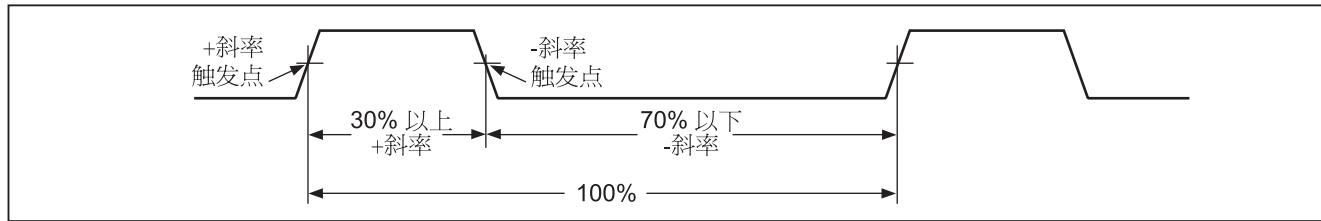

图 9. 占空系数测量元件
要测量频率，请把产品连接到信号输出位置。然后按 **Hz %**。按 **■** 键可以在显示屏左侧显示的符号 (+ 和 -) 之间切换，以切换触发斜率（请参阅“测量占空系数”一节中的图 9）。按 **AutoHOLD** 键停止或启动计数器。
占空系数（或负载因数）是在一个周期内信号在触发电平以上或以下的时间百分比（如图 9 所示）。占空系数模式的最佳应用是测量逻辑和开关信号的通断时间。电子燃油喷射系统和交换式电源供应系统等均通过宽度不同的脉冲进行控制，可以用占空系数测量。
2. 再次按 **[Hz %]** 测量信号的占空系数。按 **[叫]** 来选择测量信号的正或负脉冲，请参阅图 9